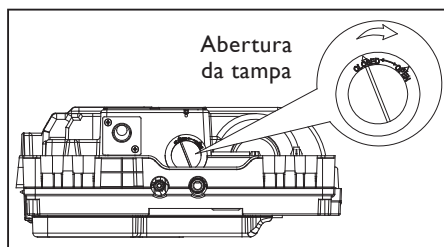

FIG. 30
2. Remova a tampa de teste girando-a conforme indicado na Fig. 30 para conectar a saída de água de teste. Encha o reservatório de água e, ao mesmo tempo, observe se há água descarregada da saída de drenagem. Certifique-se de que a água é descarregada normalmente pela drenagem.
5. Desligue a fonte de alimentação, remova a água manualmente usando o bujão de drenagem e coloque a tampa de teste de volta na posição original, girando-a no sentido contrário ao de abertura (Fig. 30).